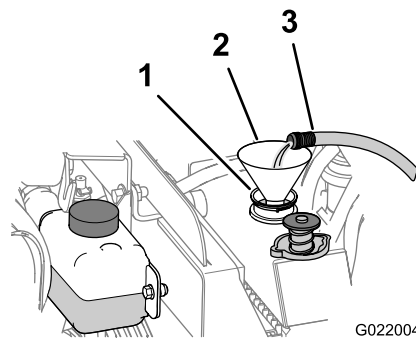

Figura 81
- B. Riempite di acqua pulita il radiatore (Figura 81).